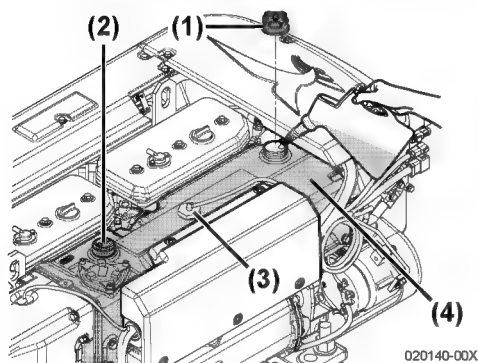

Figure 10
2. Desserrez le bouchon de remplissage (Figure 10, (1)) du réservoir de liquide de refroidissement pour libérer la pression, ensuite enlevez le bouchon de remplissage. **AVERTISSEMENT! N'enlevez JAMAIS le bouchon de remplissage de liquide de refroidissement si le moteur est chaud. La vapeur et le liquide de refroidissement chaud s'échapperont et vous brûlerez gravement. Laissez le moteur se refroidir avant d'essayer d'enlever le bouchon.**
3. **AVIS: Ne versez JAMAIS du liquide de refroidissement froid dans un moteur chaud. Versez le liquide de refroidissement lentement dans le réservoir de liquide de refroidissement (Figure 10, (4)) afin d'éviter les bulles d'air. Remplissez jusqu'à ce que le liquide de refroidissement déborde du port de remplissage.**